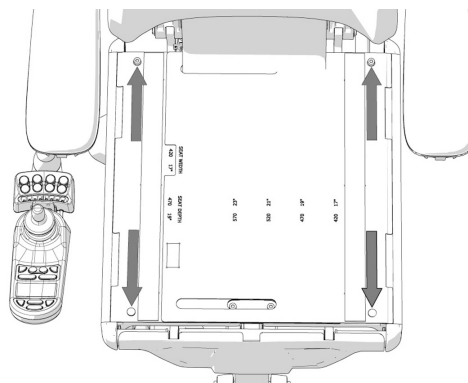

Bild 134. Plåtarna sitter monterade med två skruvar i bakkant samt två snabbfästklämmor i framkant.
2. Demontera sitsplåtarna, de sitter monterade med två skruvar i bakkant samt två snabbfästklämmor i framkant. Se bild. 134. Demontera först skruvarna, tryck sedan försiktigt med handen på sitsplåtens undersida så att snabbfästklämmorna i framkant släpper.
6. Återmontera sitsplåtarna med två skruvar i bakkant samt två snabbfästklämmor i framkant. Se bild. 134.